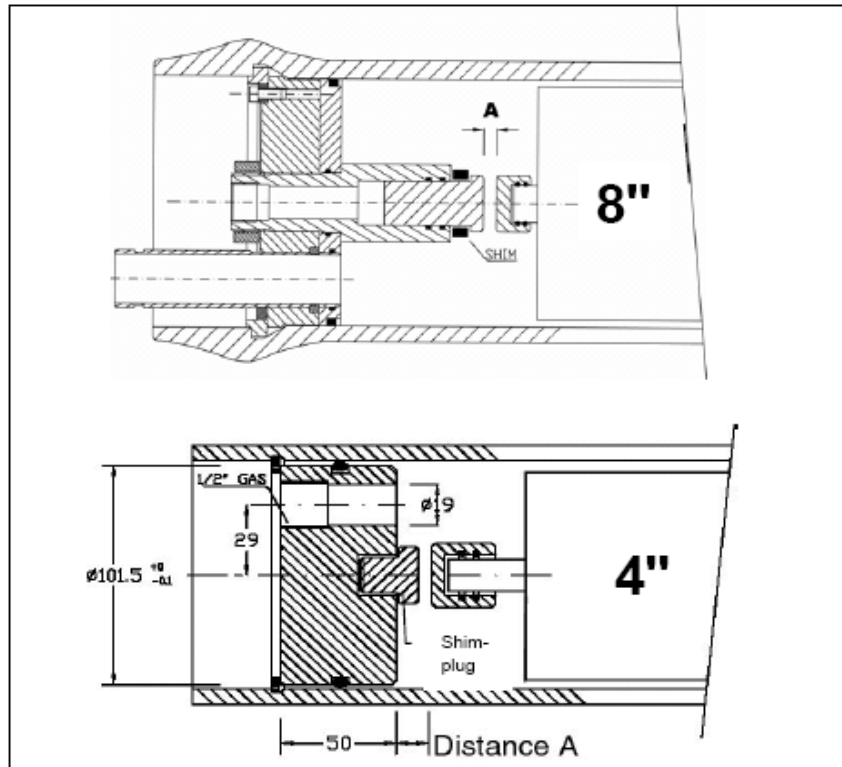

Рис. 620.6. Расстояние “А” между наконечником и заглушкой.
9) Проверьте расстояние “А” между наконечником пермеатной трубки и заглушкой, установленной в адаптер пермеата на последней торцевой пластине со стороны исходного раствора. Если все элементы верно установлены, то расстояние “А” должно быть менее 5 мм (см. рис. 620.6). Данному указанию необходимо следовать при использовании наконечника и заглушки.
После установки всех мембран (см. рис. 620.1-620.4) используйте прокладки, предоставляемые производителем напорных корпусов. Убедитесь, что расстояние "А" (рис. 620.6) меньше 5 мм (0.2 дюйма). Если расстояние "А" слишком большое, все элементы будут слишком много двигаться, что может вызвать повреждение кольцевых O-прокладок (соединителей и/или адаптера пермеата) и отсоединение пермеатного адаптера. В обоих случаях концентрат/исх. поток будут поступать в пермеат, что резко ухудшит его качество.